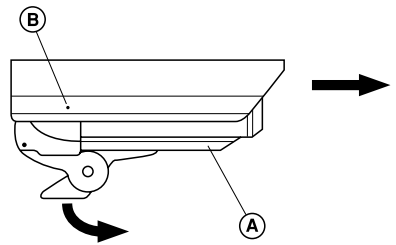

Abb. 2
3. Platzieren Sie das Gelenk senkrecht zum Gehäuse (Abb. 2).
4. Lösen Sie die Schraube (A) und die 2 Schrauben (B). Verwenden Sie dazu einen 4mm Innensechskantschlüssel.
Für den leichteren Zugang zu den Schrauben (B) schieben Sie das Sonnenschutzdach leicht nach vorn (Abb. 2).